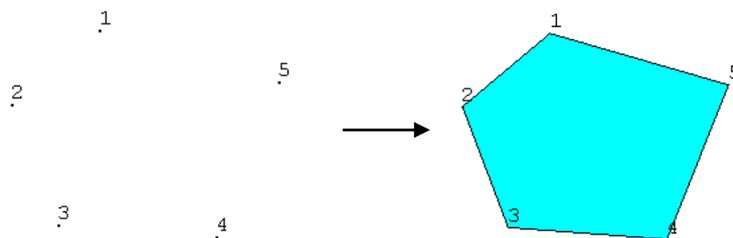

图3.25 由点生成面
(1) 启动 ANSYS，单击 Main Menu>Preprocessor>Modeling>Create>Keypoints>On Working Plane 菜单，随意在图形视窗中定义 5 个关键点，如图 3.25 左所示。
(2) 单击 Main Menu>Preprocessor>Modeling>Create>Areas>Arbitrary>Through KPs 菜单，弹出图形拾取对话框，用鼠标在图形视窗中选择建立好的关键点，单击【OK】按钮即可。如图 3.25 右所示。